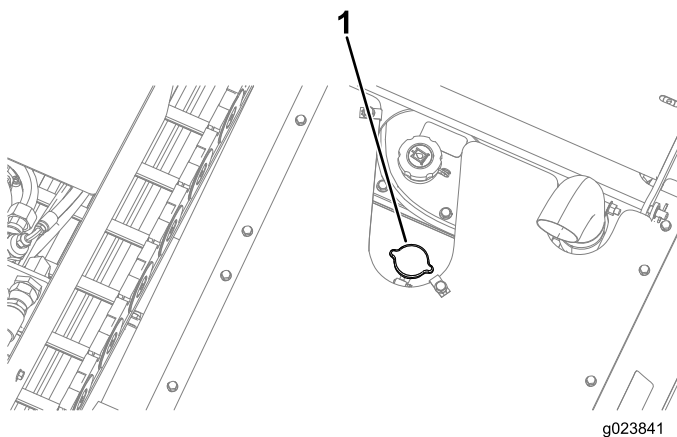

Figura 112
3. Retire el tapón del radiador (Figura 112).
5. Instale el tapón de llenado del radiador, asegurándose de que quede bien cerrado (Figura 112).